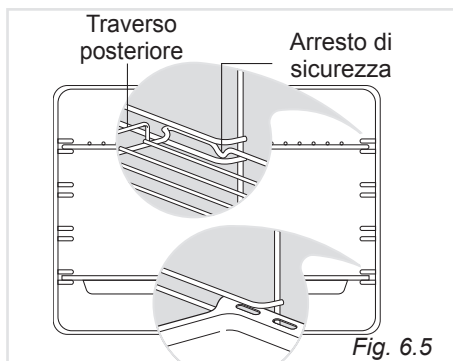

Fig. 6.5
- Infilare in mezzo alle guide dei telai laterali la leccarda e la griglia come in (fig. 6.5).